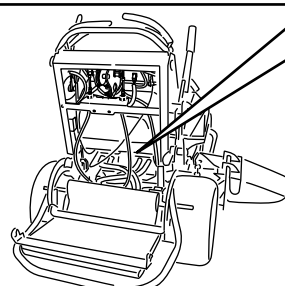

Figure 27
3. Ouvrez les vannes de dérivation des deux pompes en les tournant 1 à 2 fois dans le sens antihoraire (Figure 27).